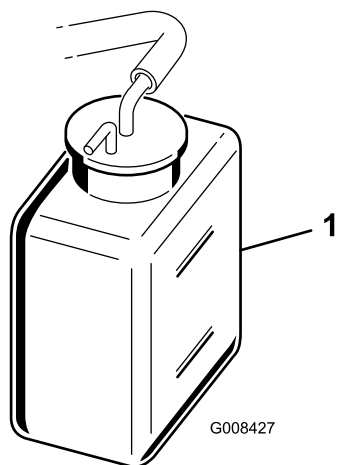

Figure 56
2. Contrôlez le niveau de liquide de refroidissement (Figure 55 et Figure 56).